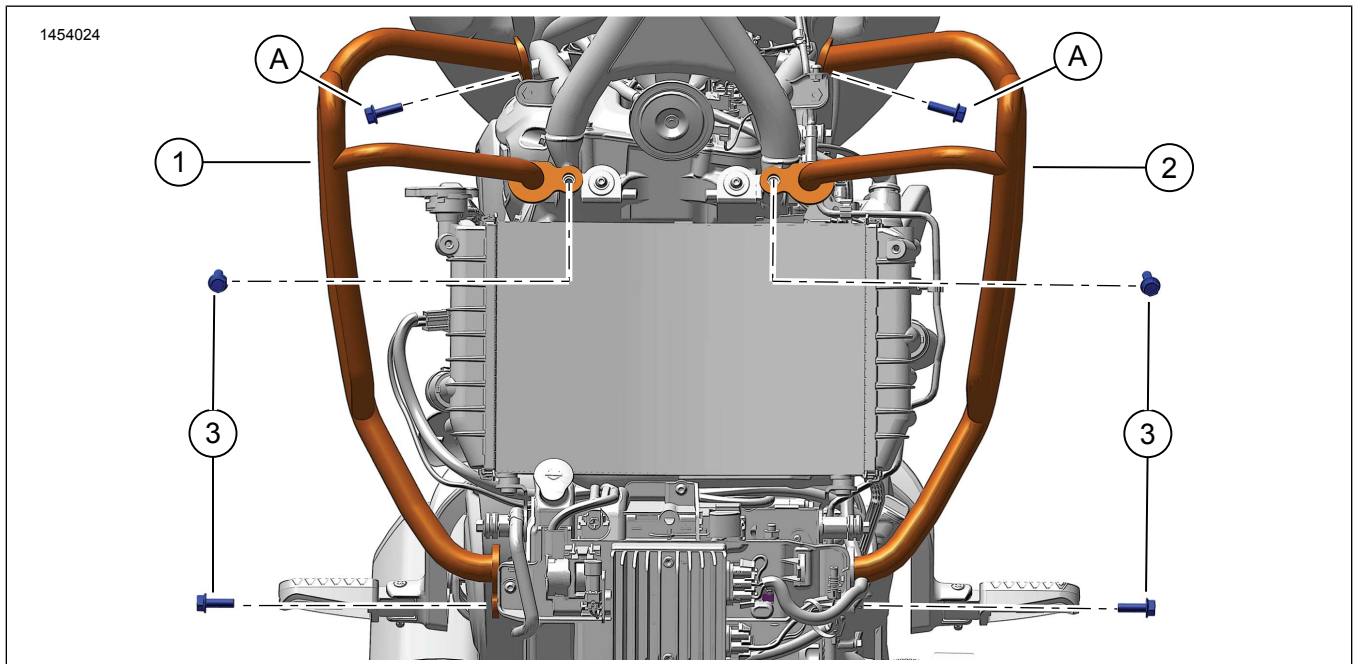

Figure 1. Contenu du kit : Grille de protection Tactical Trekker
1. Voir la figure 1. Installer les protections du moteur (1, 2).
2. Installer la vis inférieure (3). Serrer à la main.
3. Installer la vis du milieu (3). Serrer à la main.
4. Installer la vis de la barre de phares (A). Serrer à la main.